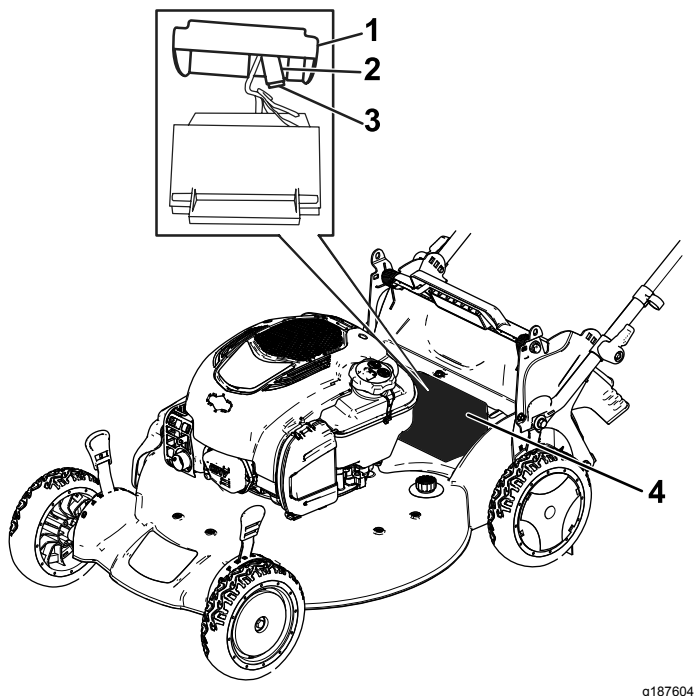

Figure 30
1. Déposez le couvercle du logement de la batterie (Figure 30).
2. Sortez la batterie et localisez le fusible (Figure 30).
3. Remplacez le fusible dans le porte-fusible (Figure 30).
4. Reposez le couvercle sur le logement de la batterie (Figure 30).